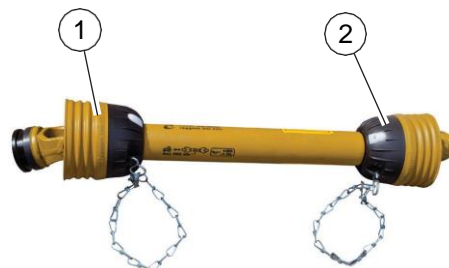

FIG. 12
- Skydd på kraftöverföringsaxeln vid traktor (1, "fig. 12") och vid maskinen (2) inklusive fastsättningskättingarna.